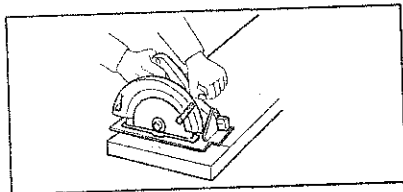

Fig. 5
16. Placez la partie la plus large de la base de la scie sur la partie de la pièce qui est fermement soutenue, non sur celle qui tombera une fois la coupe effectuée. À titre d'exemples, la Fig. 5 illustre la **BONNE** façon de couper l'extrémité d'une planche, et la Fig. 6 la **MAUVAISE** façon. Si la pièce à travailler est courte ou petite, immobilisez-la avec un serre-joint. **N'ESSAYEZ PAS DE TENIR LES COURTES PIÈCES AVEC LA MAIN!**